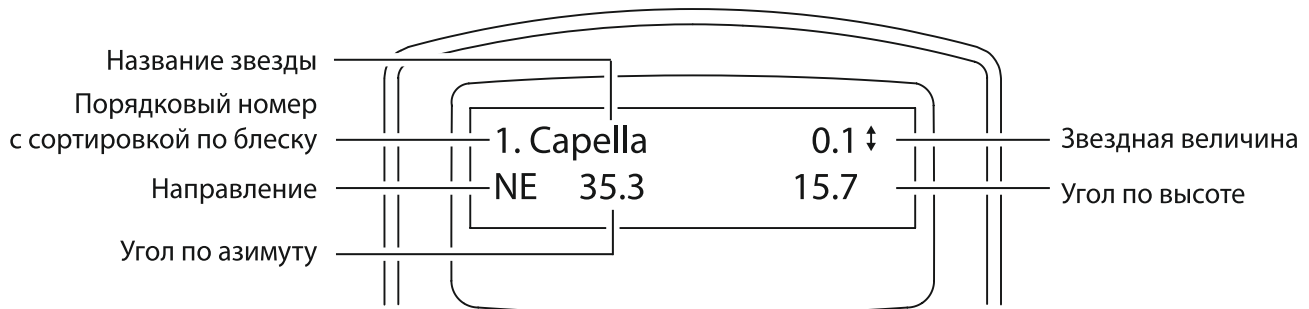

Рис. 3.4b
3. Пульт управления предложит список ярких звезд, расположенных в выбранном направлении, и отсортированных по блеску с самой яркой звездой в начале списка. Для просмотра списка, воспользуйтесь клавишами прокрутки. Пример индикации ЖК-экрана пульта показан на рис. 3.4b.